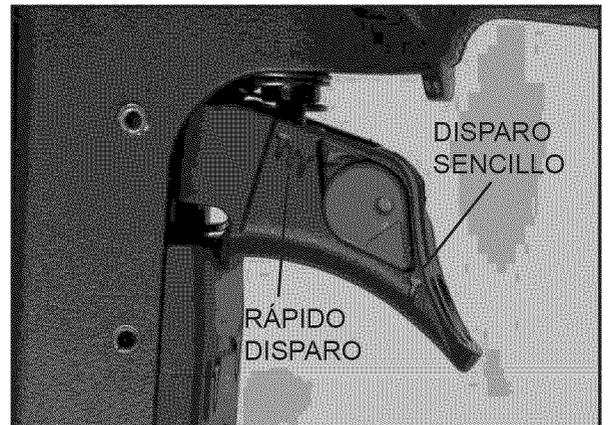

Figura 8- Interruptor de Empuje y Rotación (empujando desde la parte posterior) para seleccionar el modo de operación
- La herramienta está equipada con un interruptor giratorio, el cual puede ajustarse al modo de disparo rápido o de un sólo disparo (Ver la figura 8). Cuando el interruptor esté ajustado al modo de un sólo disparo, la herramienta no clavrá un segundo sujetador hasta que el gatillo esté completamente liberado y jalado de nuevo.